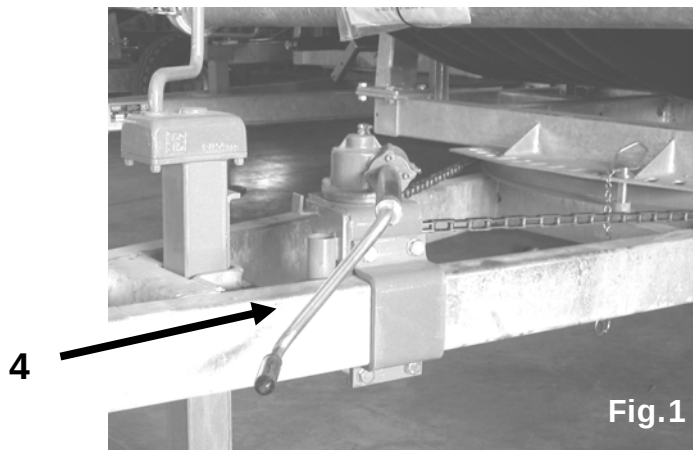

Fig.1
4. Manovella rotazione meccanica della torretta * (fig.1)
4. Handle for mechanical rotation of the turret * (fig.1)